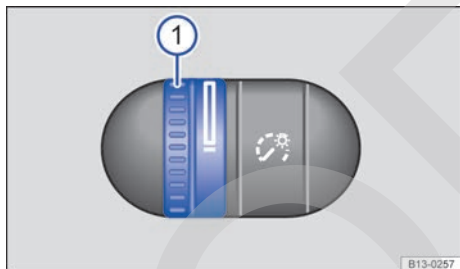

Fig. 85 Junto al volante: regulador de la iluminación de los instrumentos y los mandos.
En función del equipamiento del vehículo, la intensidad de la iluminación de los instrumentos y los mandos se puede regular sin escalonamientos girando el regulador → fig. 85 ① con las luces encendidas.